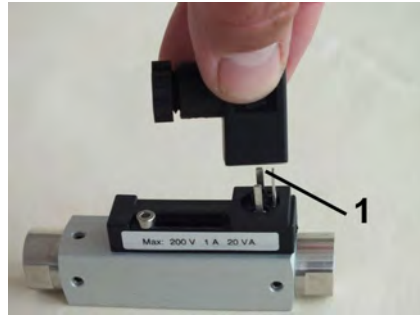

Abb. 53: Steckerdose abziehen
2. → Steckerdose mit dazugehöriger Dichtung (Abb. 53/1) nach oben abziehen